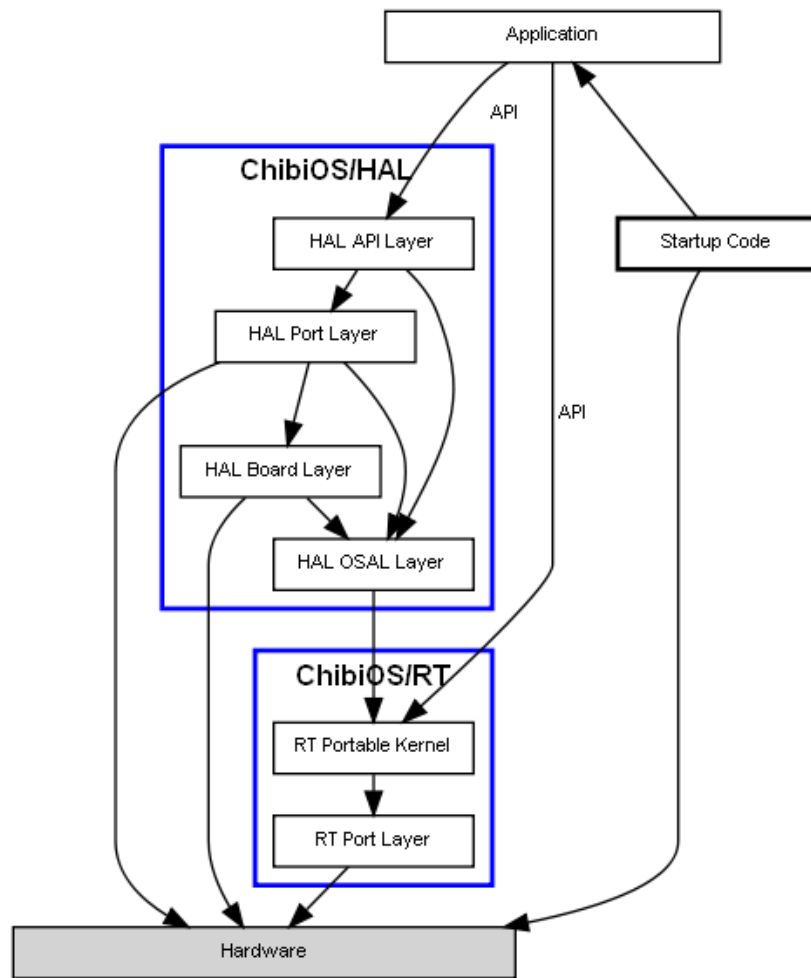

Figura 1: Arquitectura interna de ChibiOS
Se organiza en dos capas o niveles principales (ver figura 1). La capa de abstracción del hardware o HAL oculta los detalles de acceso y programación de periféricos de cada arquitectura mediante la introducción de modelos genéricos de manejadores de dispositivos o drivers. La otra capa es la que corresponde al núcleo de tiempo real (RT) e implementa todos los elementos de despacho de tareas y mecanismos de sincronización y/o comunicación de hebras del RTOS. Las dos capas son independientes y es posible usar el núcleo de tiempo real excluyendo la capa HAL, justo la aproximación usada en la adaptación de Bill Greiman de ChibiOS como veremos a continuación.